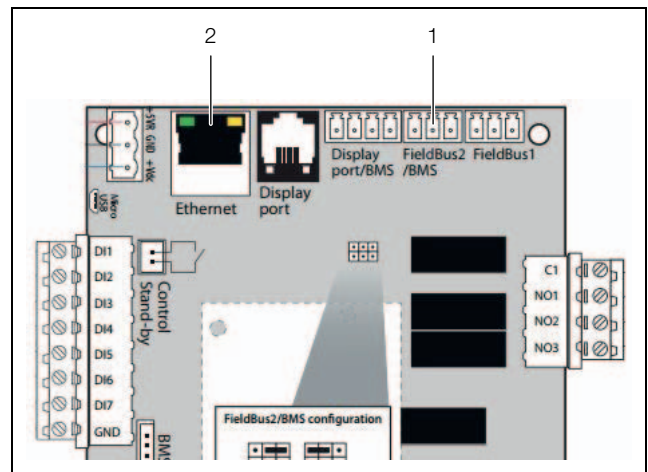

Fig. 19: Collegamenti
- Utilizzare la porta «FieldBus2» della scheda (fig. 19, pos. 1), per collegare l'apparecchio e monitorarlo tramite pagine web.
- Utilizzare la porta «Ethernet» della scheda (fig. 19, pos. 2), per collegare l'apparecchio a un dispositivo di monitoraggio tramite le pagine web.